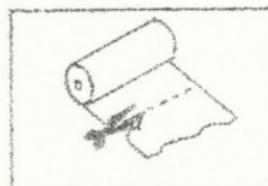

Рис. 6.3
- 2) при необходимости ровно отрежьте конец бумажной ленты рулона как показано на рис. 6.3;